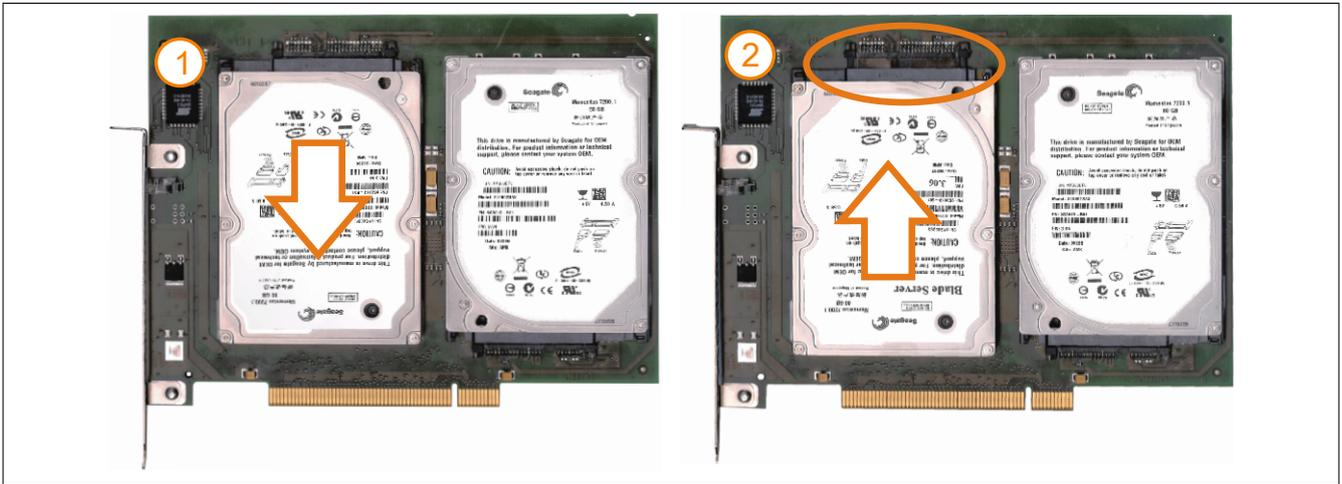

Abbildung 209: Hard Disk Tausch
6. Vorderseitig die Hard Disk nach unten hin wegschieben (Abb. 209: Hard Disk Tausch - linkes Bild).
7. Neue Hard Disk vorsichtig in die Steckverbindung (Abb. 209: Hard Disk Tausch - rechtes Bild) aufstecken und dabei die Hard Disk nur an der Stirnseite, nicht an der Oberseite, berühren.